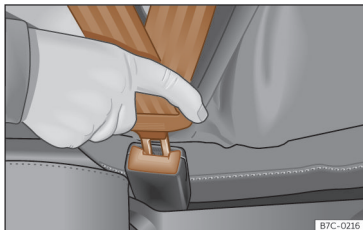

Fig. 19 Insérer la languette de la ceinture de sécurité dans son boîtier de verrouillage.
- Le pêne doit être inséré dans le boîtier de verrouillage du siège lui correspondant >>> **fig. 19.**